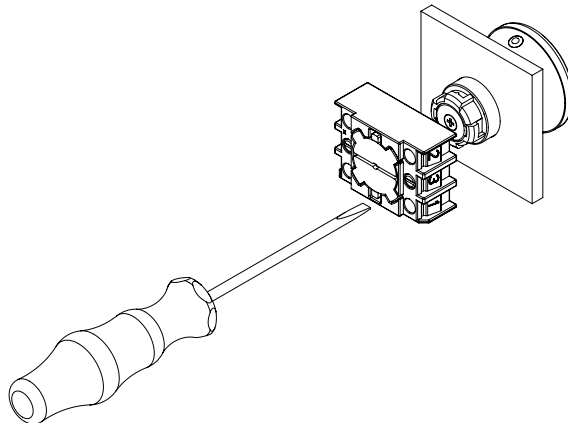

Fig. 1
1. Montagem de elementos de controlo e flange de montagem apertando os parafusos do flange de montagem com uma chave de fendas do tamanho 2 (ver a fig. 1).
1. Montagem de elementos de controlo e flange de montagem apertando os parafusos do flange de montagem com uma chave de fendas do tamanho 2 (ver secção 3.1, a fig. 1).